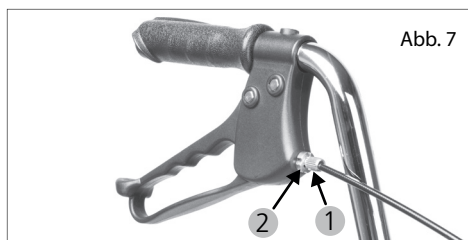

Abb. 7
1. På bremsehåndtagene sidder en stilleskrue til bremsekablerne. (1, Fig. 7) Ved at skruen skrues ud øger du spændingen og reducerer bremsearmens aktiveringsstrækning. Således kan bremseklodsen igen få fat på dækket.
2. Skruen er sikret med en kontramøtrik (2, Fig. 7). Efter udført justering skal du altid stramme kontramøtrikken godt så bremsekablerne ikke kan løsne sig.